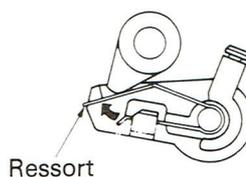

Fig. 10
## 9. Graissage (Fig. 10 et 11)
- Retirer le ressort (pousser dans le sens de la flèche, voir Fig. 10)